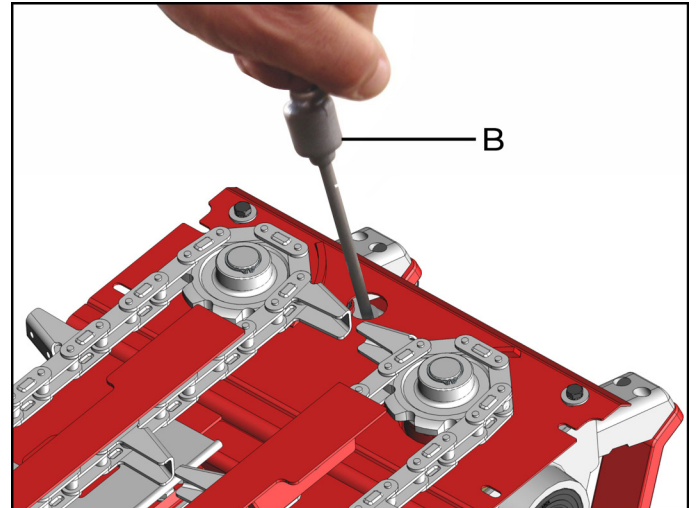

fig. 11
2. Para fazer a medição do nível, utilize a vareta (B) (fig. 11) colocando-a no orifício correspondente para tal;